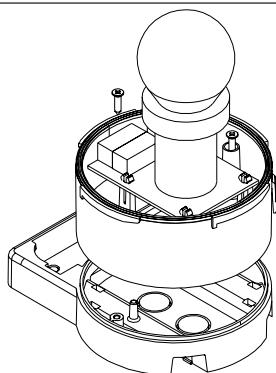

Fig. 7
- 10- Fissare la base calotta al supporto lampeggiante utilizzando le due viti in dotazione (Fig. 7).
- 10- Secure the cap base to the flashing lamp support, using the two supplied screws (Fig. 7).